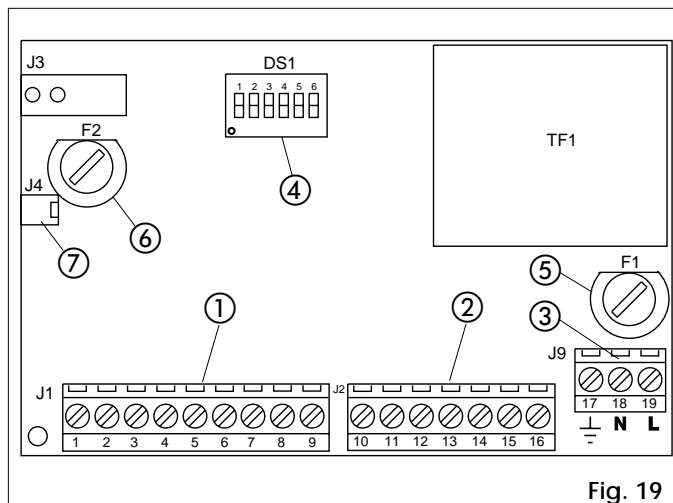

Fig. 19
Fusible de protection	2 (voir fig.19)
① **Bornier J1** (fig.19): Il est utilisé pour connecter tous les accessoires (voir Tabl.3).
② **Bornier J2** (fig.19)
③ **Bornier J9** (fig.19)